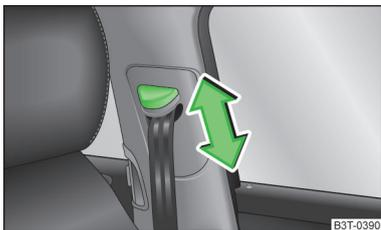

Abb. 148
- Den Umlenkbeschlag drücken und in die gewünschte Richtung nach oben oder unten schieben » Abb. 148.